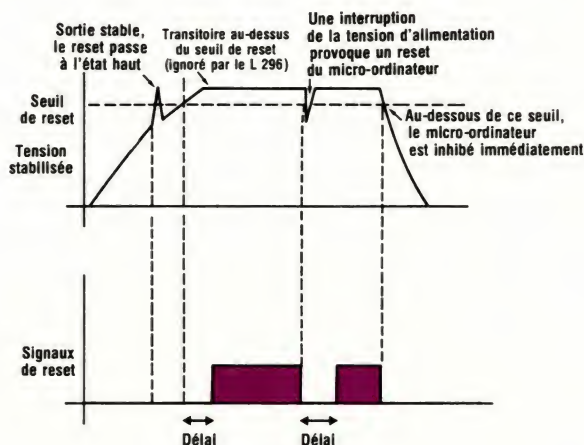

Figure 4
La pin RT (8) uniquement sur GS-R405S émet un signal de sortie lorsque  $V_{out}$  atteint sa valeur nominale à  $\pm 100$  mV. Ceci est très important dans les systèmes à microprocesseurs car ce signal indique que l'alimentation ne délivrera jamais moins de 4,9 V et plus de 5,2 V évitant ainsi les transitoires de commutation marche-arrêt (figure 4).